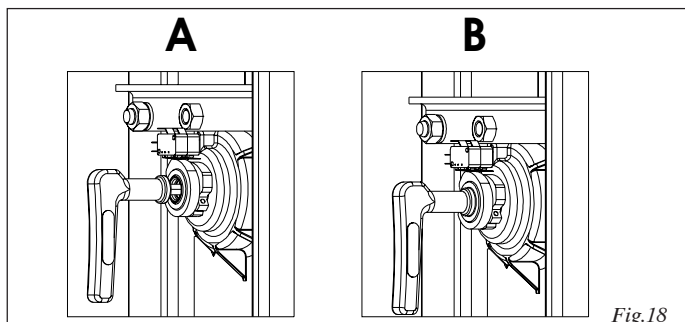

Fig.18
- inserire la chiave speciale che si trova dentro il montante nel foro di sblocco (fig.18 rif.A) e ruotare in senso orario di alcuni giri fino a battuta meccanica.
**Attenzione:** Sulla chiave di sblocco è presente un bordo circolare che si deve appoggiare all'albero (fig.18 rif.B), una volta raggiunta questa posizione non continuare a ruotare la chiave di sblocco per evitare di compromettere la funzionalità del sistema stesso.